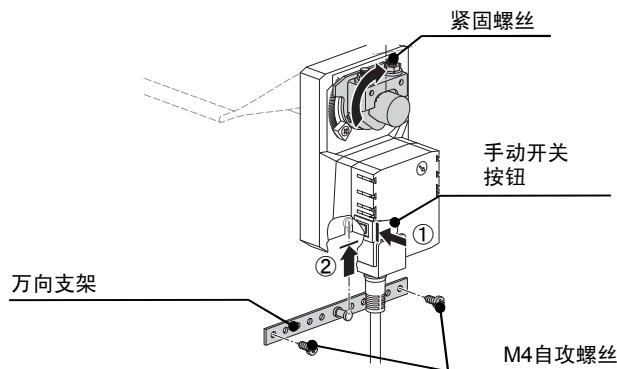

图5 万向支架的安装
(3) 一边按动手动开关按钮，一边手动操作风阀执行器 [在紧固螺丝到达垂直位置(参照图5)之前]。然后，将万向支架插入到风阀执行器内，用M4自攻螺丝将其固定在风阀上。